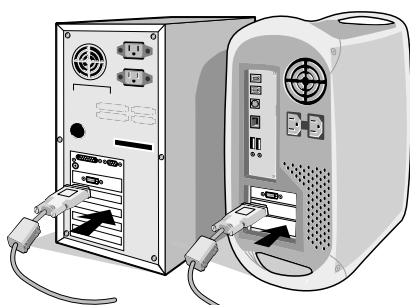

Figure A.1
2. Pour un PC ou un Mac équipé d'une sortie numérique DVI : Branchez le câble DVI-D - DVI-D au connecteur de la carte graphique de votre ordinateur (**Figure A.1**). Serrez toutes les vis.